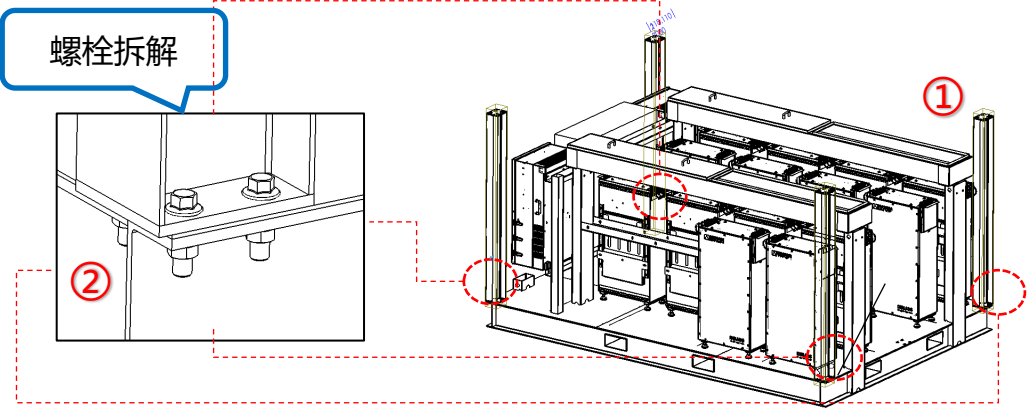

图1
1、将四根立柱上的4颗不锈钢材质M12*40法兰外六角螺栓A2-70等级，按照顺序使用电动扳手完成所有螺栓拆除，，如图1所示；
- 1、托盘上共计需使用4根立柱，每根立柱长度1516mm。如图1①所示；
- 2、立柱螺栓拆除：如图1②所示，共使用4颗不锈钢材质M12*40法兰外六角螺栓A2-70等级，按照顺序使用电动扳手完成所有螺栓拆除。